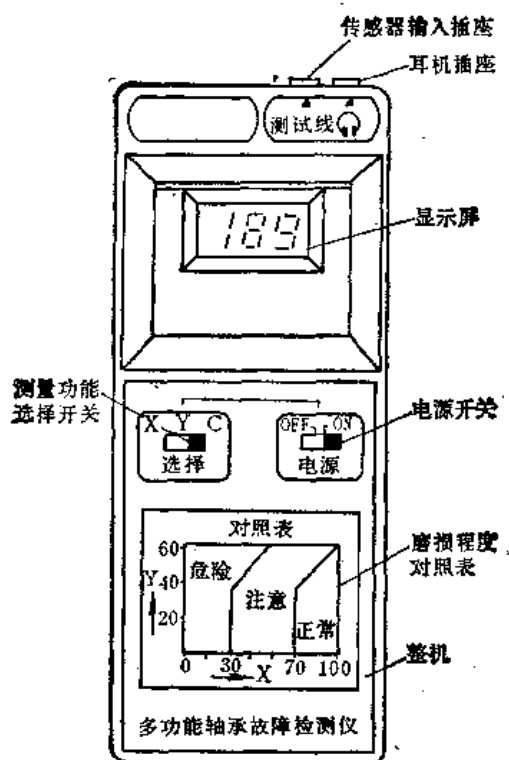

图19-1-8 CCL-2251检测仪结构示意图
(2) CCL-2251型多功能轴承故障测试仪(图19-1-8) 是温州莲池仪器厂的产品, 它是一种综合测试仪器, 能测量温度、噪声、磨损程度、轴电压4种物理量, 适用于轴承运行中的不解体故障检测和诊断, 它采用数字显示, 读数准确, 携带方便, 适用于现场巡检和点检。